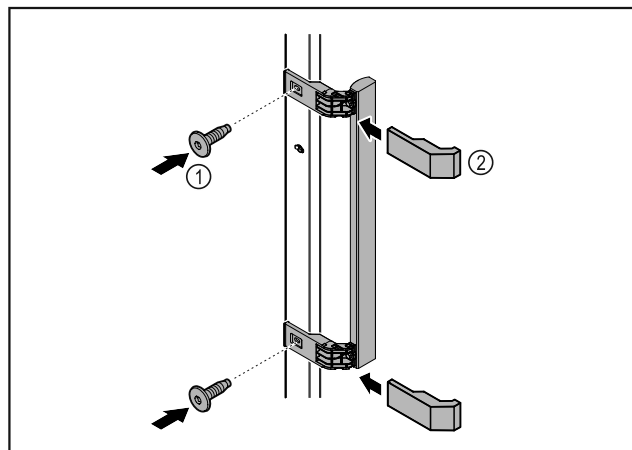

Fig. 6
- ▶ Madlo z přiloženého příslušenství upevněte na dveře pomocí přiložených šroubů Fig. 6 (1).
- ▶ Nasadte krytky Fig. 6 (2).